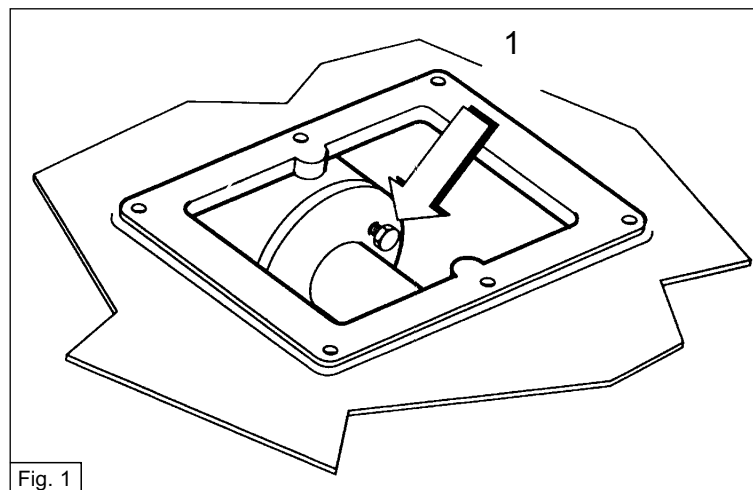

Fig. 1
Per l'inserimento di questo sistema è sufficiente asportare il coperchio di ispezione sulla parte superiore della carcassa invertitore ed avvitare le viti [1] (Fig. 1) sull'estremità della campana frizione fino a metterle in compressione fra loro i dischi. L'operazione è da eseguire solo sull'albero frizione equirostante o controrotante (il comando del distributore deve essere posizionato in folle). Dopo aver eliminato l'avaria, prima di avviare l'invertitore svitare completamente le viti (1) e bloccarle in posizione con Loctite 243.
Pour insérer ce système, il suffit d'ôter le couvercle de contrôle de la partie supérieure de la carcasse de l'inverseur et de visser les vis [1] (Fig. 1) sur l'extrémité de la cloche de l'embrayage, de façon à ce que les disques se mettent en compression entre eux. L'opération ne doit être effectuée que sur l'arbre tournant dans le même sens ou sur l'arbre contrarotatif (la commande du distributeur doit être mise au point mort). La panne ayant été éliminée, dévisser complètement les vis (1) et les bloquer avec de la Loctite 243 avant de mettre l'inverseur en marche.
Para activar este sistema hay que quitar la tapa de inspección situada en la parte superior de la carcasa del inversor y atornillar los tornillos [1] (Fig. 1) situados en el extremo de la campana del embrague hasta que los discos se compriman entre ellos. Esta operación debe realizarse sólo en el eje del embrague equirrotante o contrarrotante (el mando del distribuidor debe estar en punto muerto). Después de haber reparado la avería, destornillar a tope los tornillos (1) y bloquearlos con Loctite 243 antes de poner en marcha el inversor.
Um dieses System zu aktivieren, genügt es, den Schaulochdeckel an der Oberseite des Getriebegehäuses abzunehmen und die Schrauben [1] (Abb. 1) am Ende der Kupplungsglocke einzuschrauben, bis die Scheiben zusammengedrückt werden. Der Vorgang ist nur an der gleichlaufenden bzw. gegenlaufenden Kupplungswelle durchzuführen (der Schalthebel des Verteilers muss auf Leerlauf stehen). Nachdem die Betriebsstörung beseitigt wurde, müssen vor Ingangsetzung des Getriebes die Schrauben (1) ganz gelöst, und mit Loctite 243 blockiert werden.